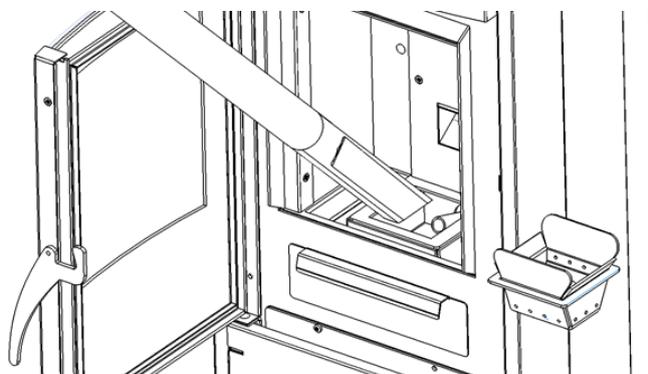

Figure 3
- enlever le creuset (attention à sa température car il peut rester chaud plus longtemps que les autres pièces), en le tirant vers le haut, et nettoyer les cendres qui peuvent se trouver en-dessous (Fig 3) ;